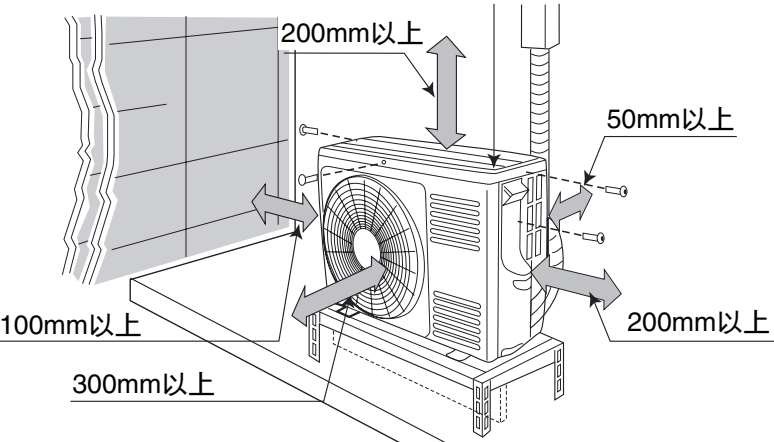

图13-2
- (1) 安装场所必须满足如下要求：
- 确定机器四周留有充分空间，并尽可能地远离障碍物，以便操作和维修，见图13-2。